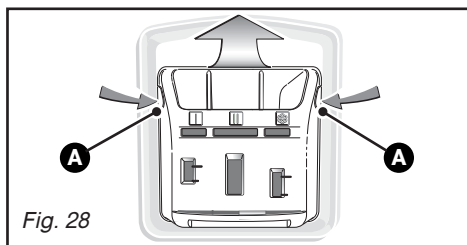

Fig. 28
- appuyez simultanément sur les bossages **A** se trouvant de part et d'autre de la boîte, celle-ci s'extrait de son logement (Fig. 28).